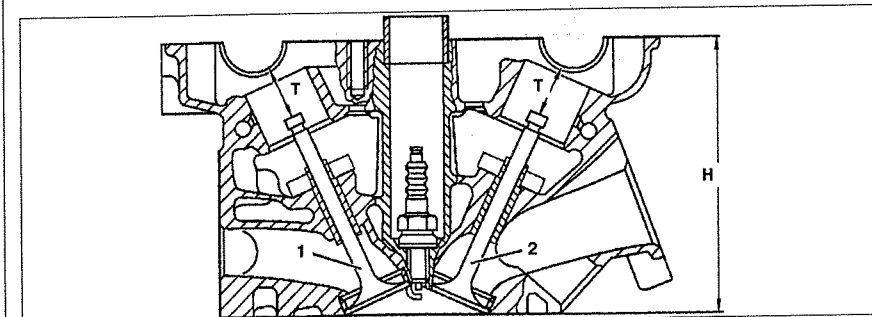

Рис. 2.50. Проверка расстояния от кончика стержня клапана до подшипника распределительного вала.
3. Измерьте расстояние от кончика стержня клапана до подшипника распределительного вала (**расстояние Т**) (см.рис.2.50). Для этого вставьте круглую трубку в отверстие под подшипник распределительного вала и измерьте расстояние Т. Если измеренная величина без корректировки клапанного зазора меньше, чем требуемая, замените кольцо седла клапана или головку блока цилиндров.